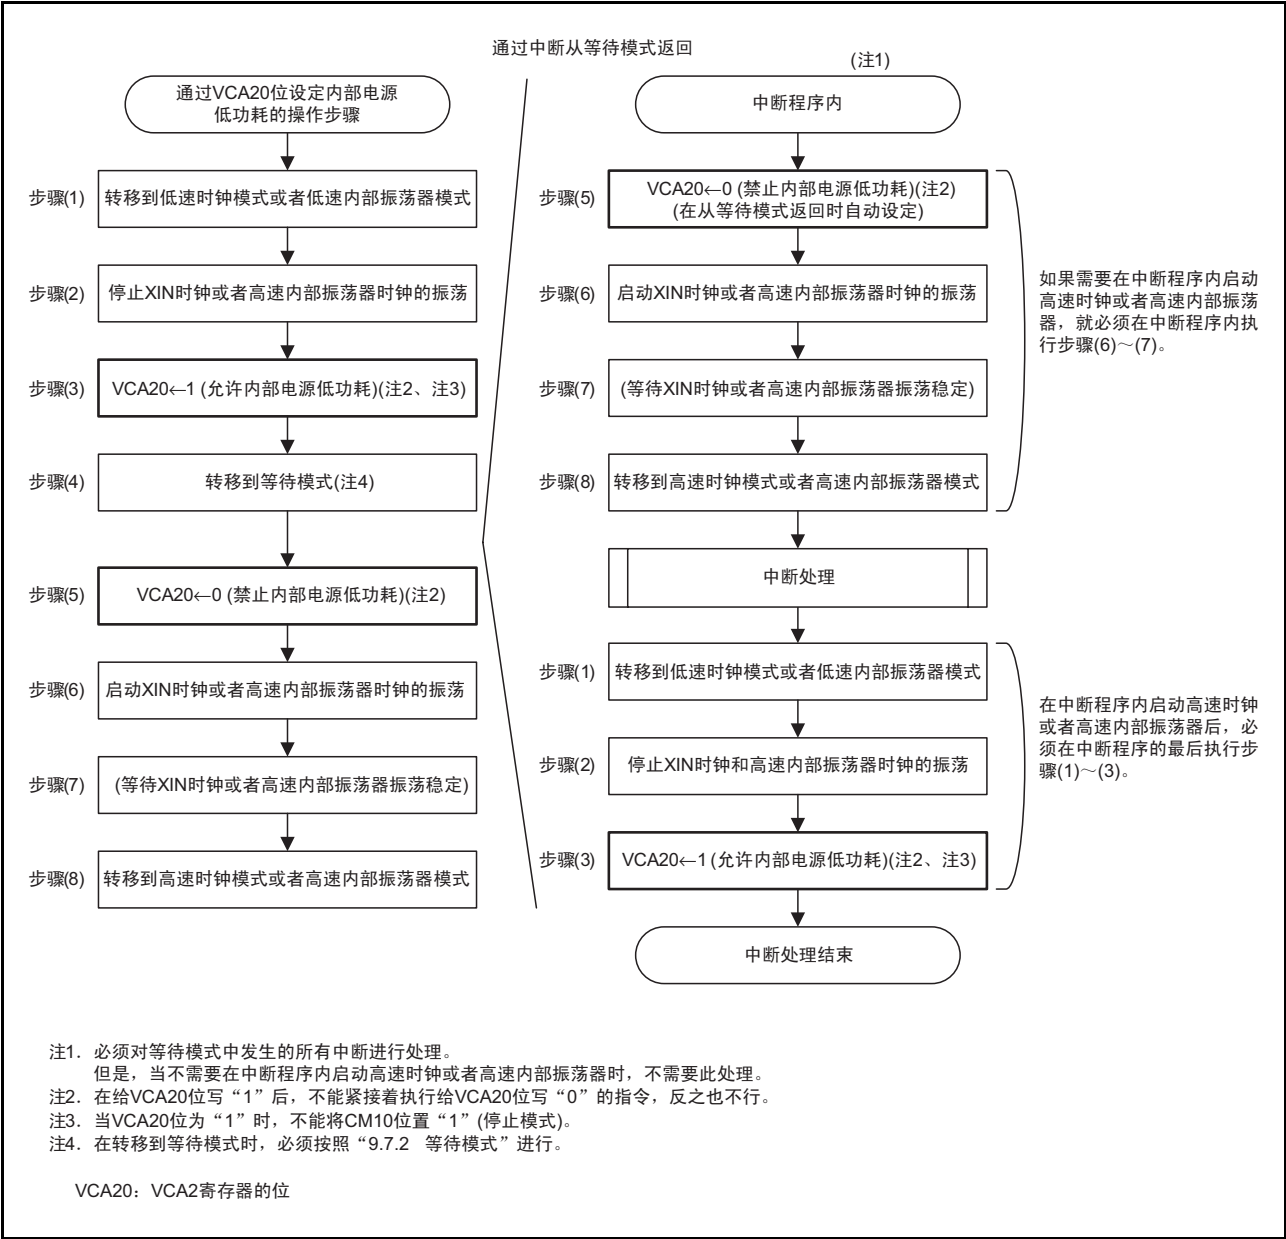

图 9.3 通过 VCA20 位设定内部电源低功耗的操作步骤
- 注 1. 只有在转移到等待模式时才能使用 VCA20 位。必须按照 “图 9.3 通过 VCA20 位设定内部电源低功耗的操作步骤” 设定 VCA20 位。